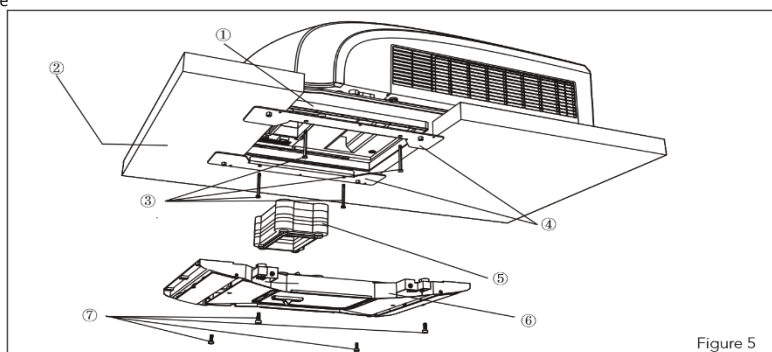

Figure 5
3. Metti l'unità esterna sulla parte superiore del veicolo, e allineala con le aperture che si trovano sulla parte superiore del veicolo stesso. Per montare l'unità esterna utilizza 2 set di piastre di montaggio, e 4 viti (vedi la fig. 5).